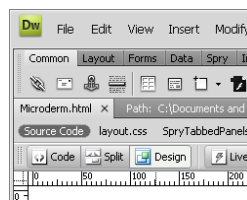

Figura 6. Opciones para visualizar la información de las páginas web (en inglés y español).
- j. Sobre estos archivos será necesario hacer doble clic para que se logre ver la información acorde a lo que muestra la **figura 6**.